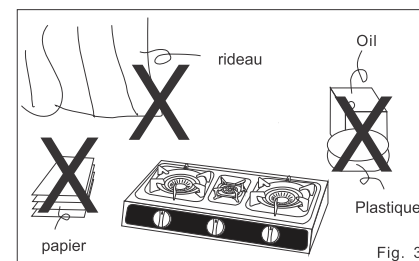

Fig. 3
• Assurez-vous qu'il n'y a pas des matériaux inflammables à proximité du réchaud à gaz (fig. 3).